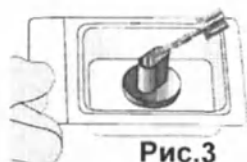
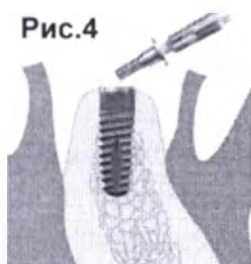

Рис.3
Рис.4
- 8) Тем же инструментом извлечь покрывающий винт (рис.3) и завинтить в имплантат (рис.4), рекомендованный вращательный момент 10 Н·см;